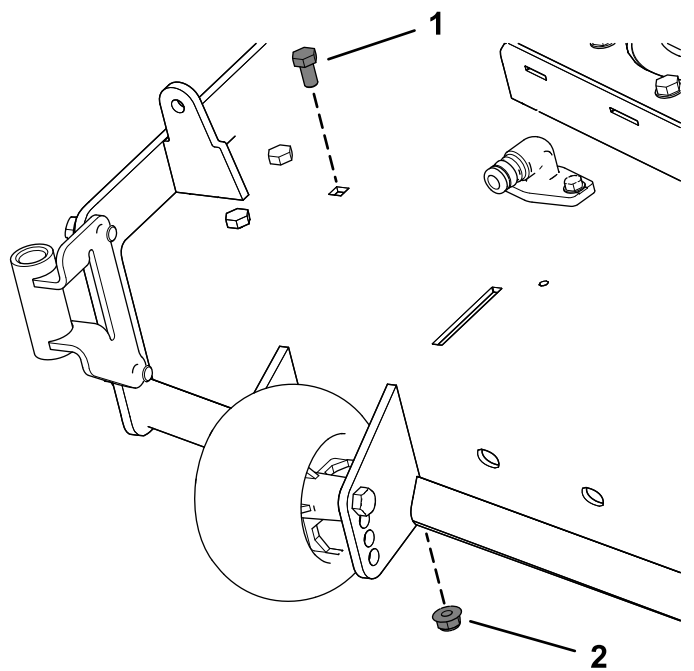

Figura 8
- Rimuovete il bullone e il dado preesistenti dal piatto di taglio (Figura 8).
Per i piatti di taglio da 137 cm, rimuovete il bullone e il dado come illustrato nella Figura 8.